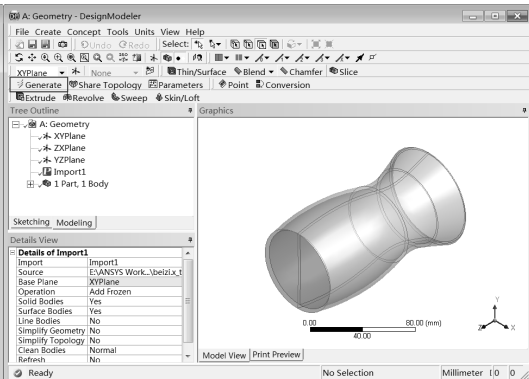

图 15-6 生成后的 DesignModeler 界面
Step4 : 单击 Generate (生成) 按钮, 即可显示生成的几何体, 如图 15-6 所示, 此